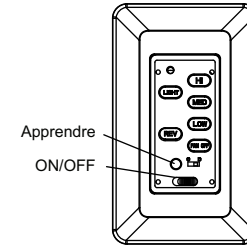

Fig. 31
**Étape 1.** Une fois l'installation terminée, appuyez sur le bouton LEARN pendant 3 secondes dans les 30 secondes une fois que la puissance AC est activée. Le ventilateur s'allume à vitesse moyenne et léger (s'il est installé) s'allumera. Cela confirme que le paramètre SMART SYNC est actif et correct. (Fig. 31)
Restaurer l'alimentation du ventilateur de plafond et tester pour le bon fonctionnement (Fig. 31)